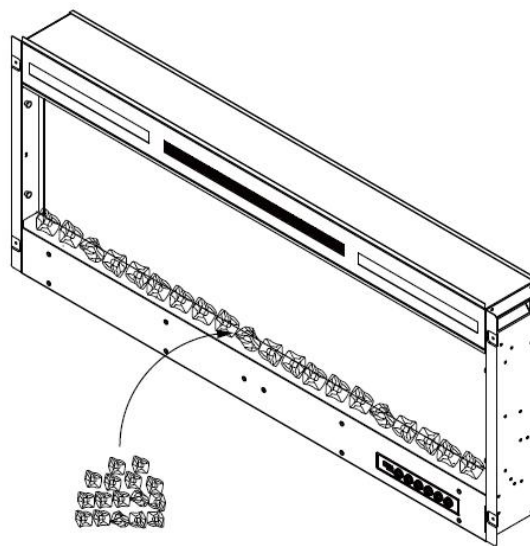

Figure 2.(Médias en cristaux)
H. Ensuite, placez soigneusement les braises en cristal dans le plateau inférieur sur le devant de l'appareil, comme illustré. Appliquez une couche équilibrée d'un côté à l'autre. Figure 2.